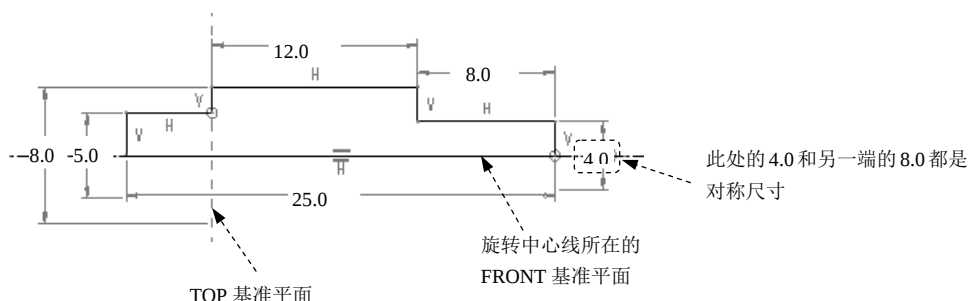

图 3.10.2 截面草图
（3）系统进入草绘环境后，绘制图 3.10.2 所示的旋转特征截面草图。
① 单击 **草绘** 选项卡 **基准** 区域中的 **中心线** 按钮，在 **FRONT** 基准平面所在的线上绘制一条旋转中心线（图 3.10.2）。
② 绘制绕中心线旋转的封闭几何；按图中的要求，标注、修改、整理尺寸；完成特征截面后，单击“确定”按钮